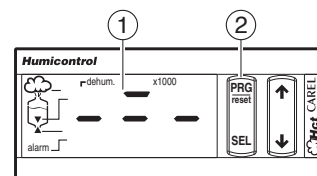

Fig. 11.n
- dans les 3 secondes qui suivent relâcher la touche PRG pour confirmer la restauration et la mémorisation définitive des paramètres par défaut; pour confirmer la mémorisation, le tiret supérieur reste allumé pendant 2 secondes (comme illustré Fig. 11.n);